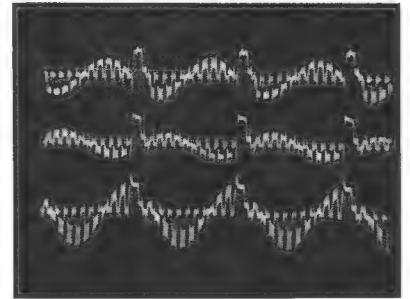
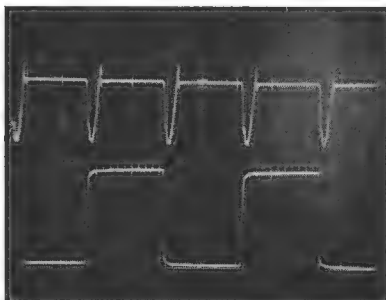

Abb. 5
Abb. 9
Die Dematrix ist in Ordnung, wenn die Amplituden von Rot, Grün und Blau ein Verhältnis von 1,14 : 2,03 : 0,7 haben. Abb. 5 zeigt die an den Endstufen stehenden Farbdifferenzsignale.
Dem MF 51 wird ein Regenbogensignal mit Austastung entnommen. Die Tastköpfe werden am Oszillogrammpunkt (31) und (32) angeschlossen. Es ergeben sich die in der Abb. 5 gezeigten Oszillogramme. Jeder zweite Horizontalrücklaufimpuls erzwingt das Umkippen des PAL-Schalters, so daß hierdurch T 811 vom leitenden in den gesperrten Zustand umspringen muß. (Abb. 9)